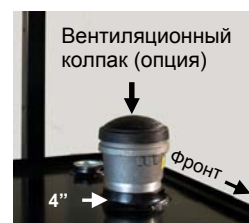

Рис. 4
2. Обратитесь к государственным или местным контролирующим органам по вопросу необходимости установки аварийного вентиляционного колпака (дополнительная принадлежность с производительностью 53000 куб. футов/час). Данная дополнительная принадлежность может быть установлена в отверстие диаметром 4" с нормальной конической трубной резьбой. (Рис. 4)